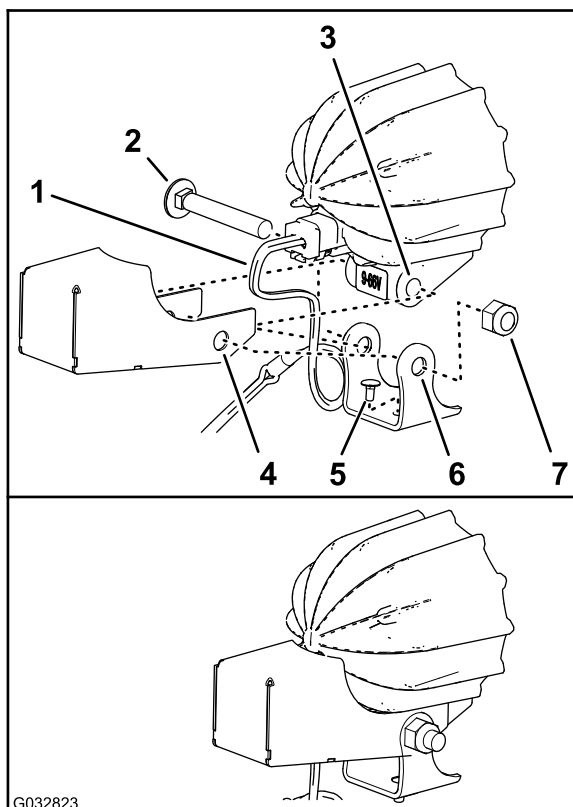

图8
3. 如果已安装，拆下把安装支架固定到 LED 灯架上的长车驾螺栓和螺母 (图8)。
4. 如 图8 所示，确保短车驾螺栓是通过安装支架底部的孔安装。
5. 如 图8 所示，将护罩和安装支架上的孔与 LED 灯架的孔对准。
6. 使用车驾螺栓和螺母将护罩和安装支架安装到 LED 灯架上 (图8)。